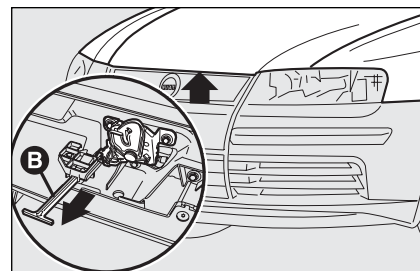

fig. 119
- ☐ puxe a alavanca **B-fig. 119** e levante o capot.